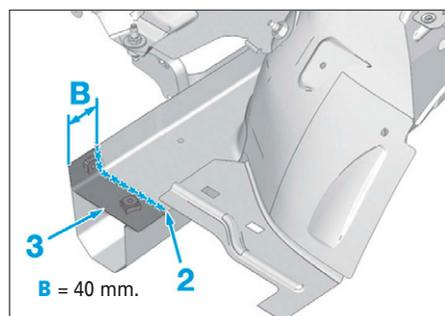

FIG. 4
- Tracer puis découper en (2) la semelle (3) (Fig.4).
- Extraire le morceau de semelle du longeron avant (3).